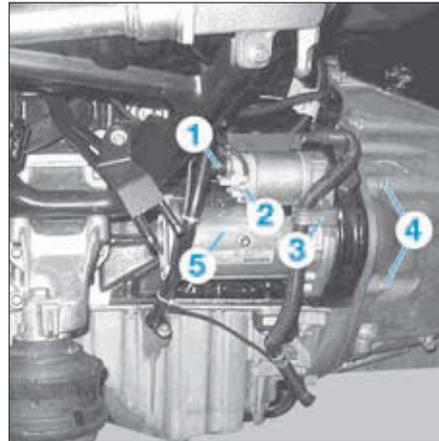

FIG. 4
- Dévisser et débrancher les cosses (1) et (2) (Fig.4).
- le support (3),
- les vis (4),
- le démarreur (5) par le bas.